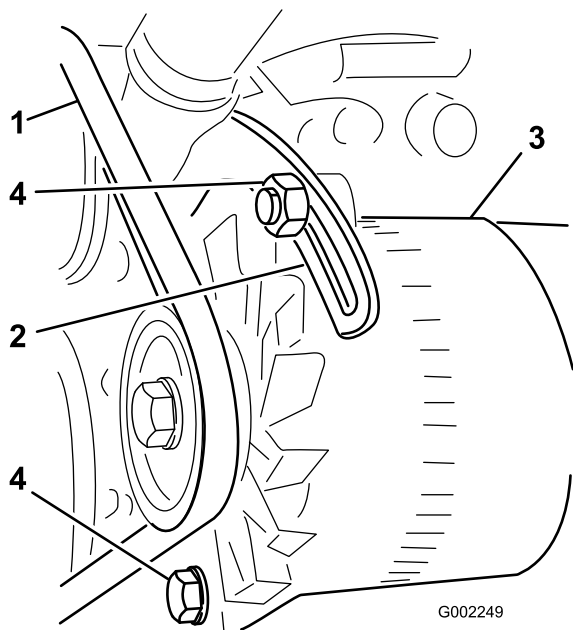

图58
3. 松开将皮带环形支架固定到发动机的螺栓、以及将发电机固定到皮带环形支架上的螺栓 图58。